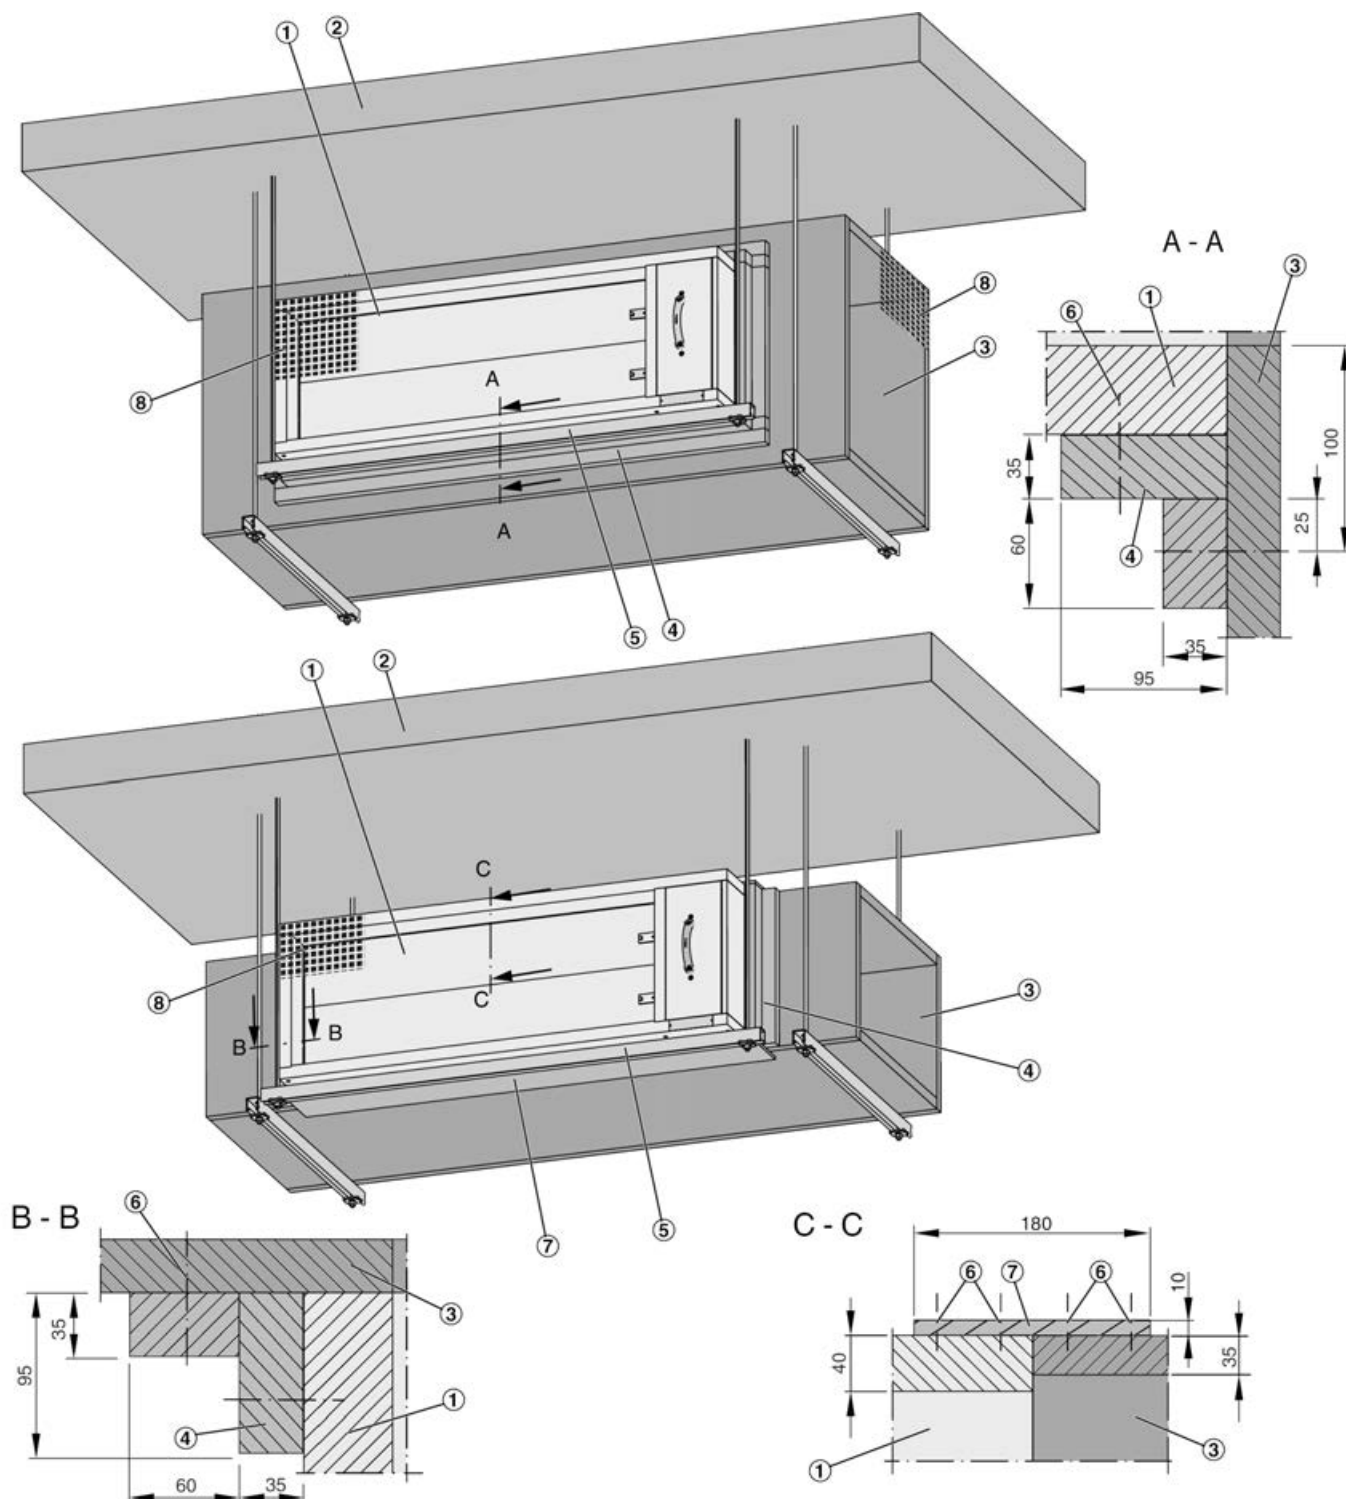

Fig. 31: Instalación en conductos horizontales resistentes al fuego
4. ▶ Si el conducto para extracción de humo y la compuerta para control de humo son de la misma altura, se podrán emplear tiras de conexión ( Fig. 31 /7) en lugar de un tramo en ángulo.
5. ▶ Conectar los conductos para extracción de humo (lado de instalación y de funcionamiento a la compuerta para control de humo ( Fig. 31 /8), ↪ 6 «*Conducto para extracción de humo y rejilla de protección*» en la página 67 .